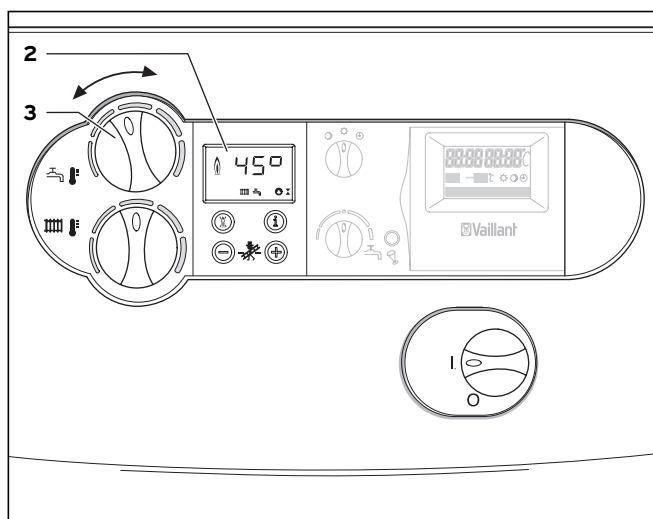

Fig. 4.6 Setarea temperaturii boilerului (numai cu boiler de apă caldă menajeră racordat)
Dacă temperatura boilerului scade sub valoarea setată, aparatul intră automat în funcțiune și pornește încălzirea boilerului. În timpul încălzirii boilerului, pe display (2) este semnalată intermitent indicația , vezi fig. 4.6.
- În acest scop, rotiți butonul (3) de reglare a temperaturii apei calde menajere până la limita din stânga, vezi fig. 4.6. Rămâne activă funcția de protecție contra înghețului pentru boiler. Pe display-ul (2) se va afișa timp de aprox. 5 secunde valoarea de 15 °C pentru temperatura boilerului.